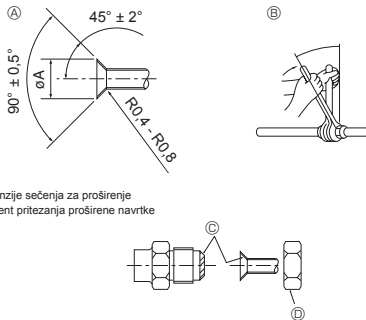

Fig. 5-1
(A) (Fig. 5-1)
(B) (Fig. 5-1)
- (A) Prednji poklopac za cevi
- (B) Zadnji poklopac za cevi
- (C) Zaustavni ventil
- (D) Ploča za servisiranje
- (E) Ugao savijanja: 100 mm–150 mm
5.2. Cevi za priključivanje (Fig. 5-1)